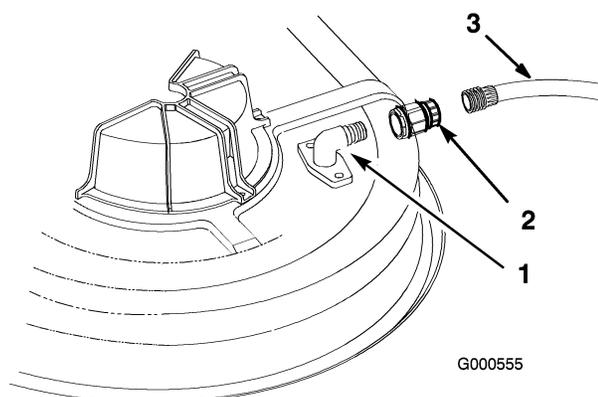

Figura 53
3. Montate il manicotto del tubo flessibile sul raccordo di lavaggio del tosaerba, quindi aprite il rubinetto per erogare un getto forte (Figura 53).